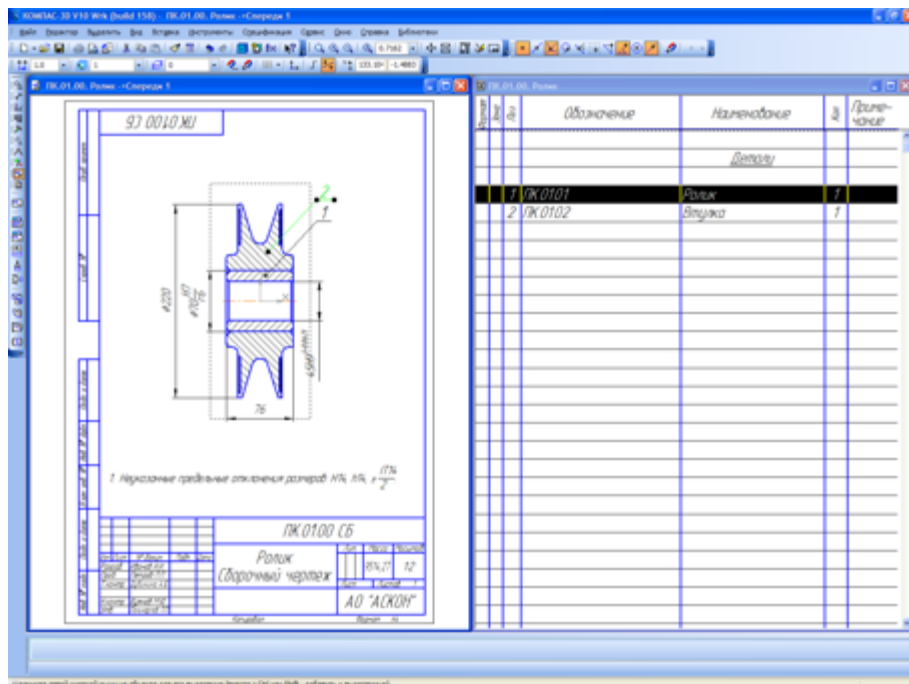

Рисунок 8.
- В окне спецификации сделайте текущей строку объекта Ролик (рис.8).